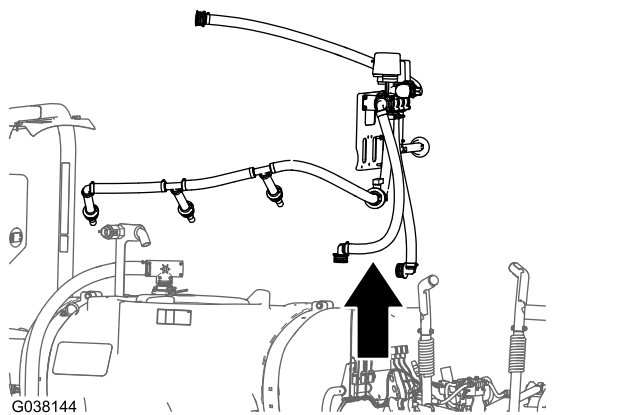

図 27
2. 機体から、ブラケット、バルブ、ホース、攪拌ノズルを外す 図 27。